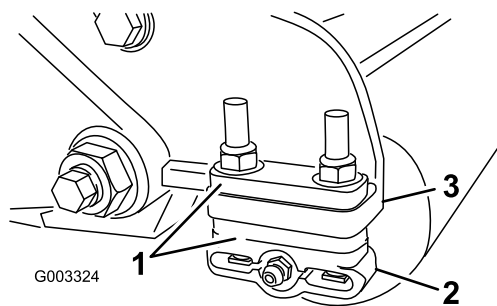

图11
1. 根据修剪高度表，将所需数量的隔片放置在侧板安装法兰（图11）下，将后滚筒支架（图11）调节到所需的修剪高度范围。